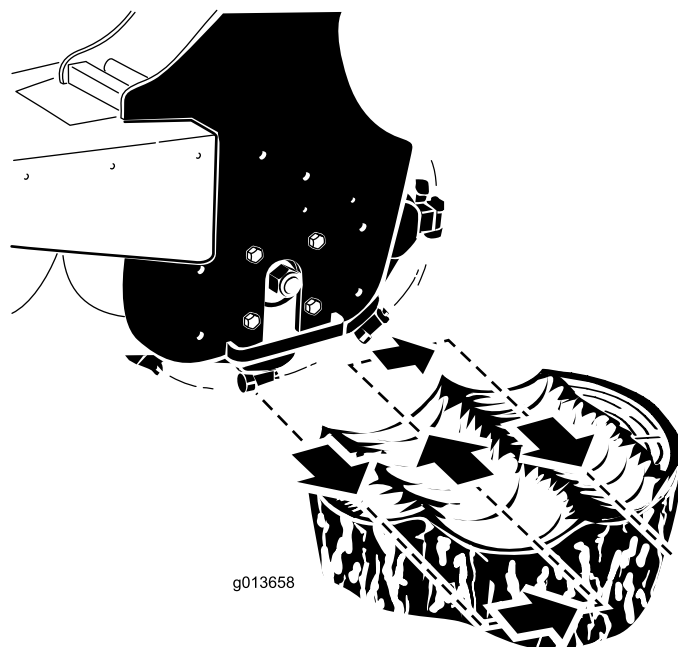

Figure 13
4. Placez la rogneuse sur le côté gauche et derrière la souche (Figure 13).
5. Déplacez la rogneuse dans votre direction à l'aide du levier de basculement ; vous pouvez alors travailler à une profondeur de 0,5 à 5 cm selon la dureté du bois (Figure 13).
6. Éloignez la rogneuse (Figure 13), abaissez-la de 0,5 à 5 cm, puis répétez les opérations 4 à 6 pour rogner la souche sur quelques centimètres.
8. Déplacez la rogneuse vers la droite (Figure 13).